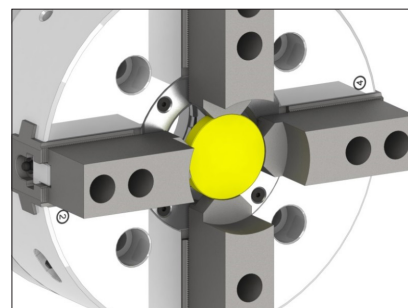

Abb. 4
3. Mit der gespannten Ausdrehscheibe wird der Spanndurchmesser für das zu spannende Werkstück gefertigt, siehe Abb. 4.